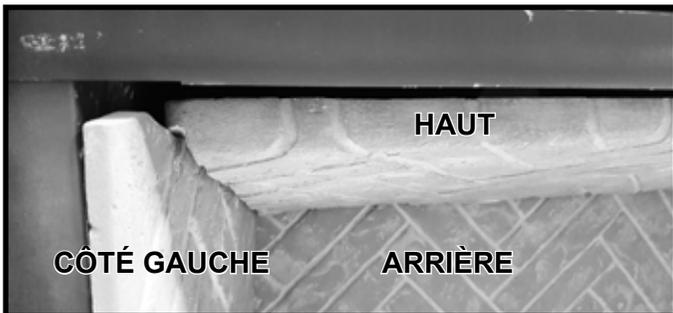
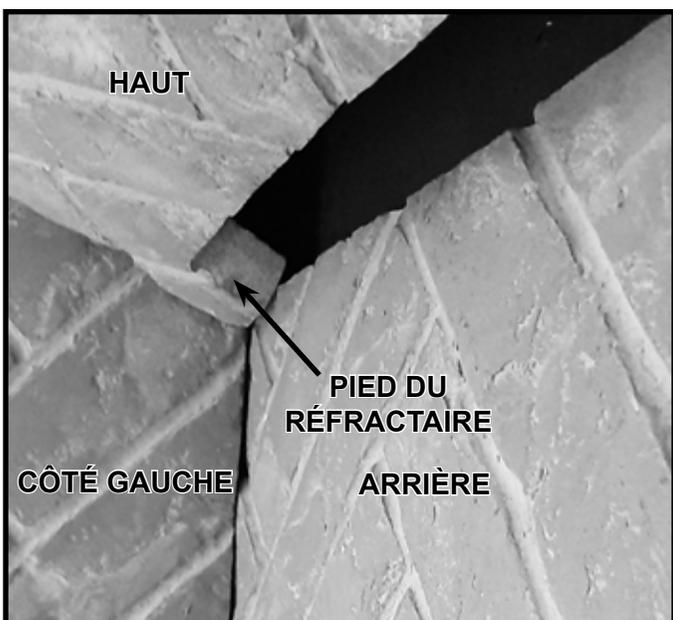

Figure 11.5 Installation du panneau réfractaire supérieur - côté gauche illustré
Figure 11.6 Panneau réfractaire supérieur installé
6. Installez le panneau réfractaire supérieur en le plaçant sur les pièces réfractaires des côtés gauche et droit, comme illustré à la figure 11.5, et en le faisant glisser vers l'arrière de la boîte à feu. **Remarque** : Le « pied » du réfractaire supérieur entre en contact avec le panneau réfractaire arrière, comme illustré à la figure 11.6.